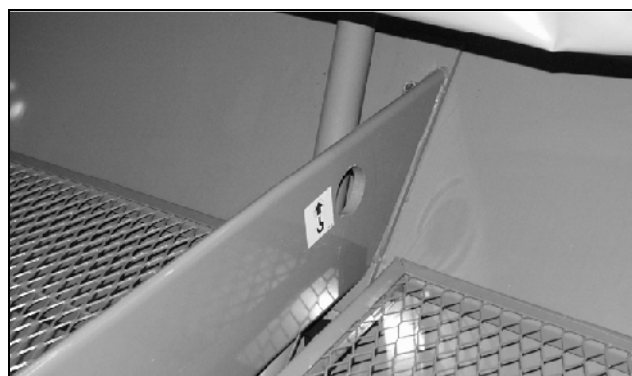

Fig. 8
- 1 punto de fijación delante en el tanque (Fig. 8).